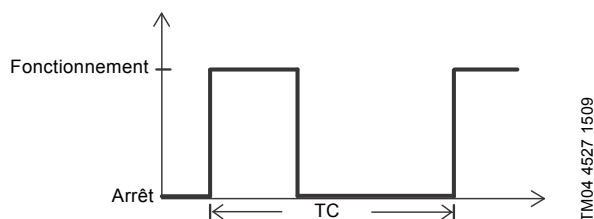

Fig. 13 Fonctionnement S3
Le fonctionnement S3 est une série de cycles identiques (TC) chacun avec une charge constante pendant une période, suivie par une période de repos. L'équilibre thermique n'est pas atteint au cours du cycle. Voir fig. 13.